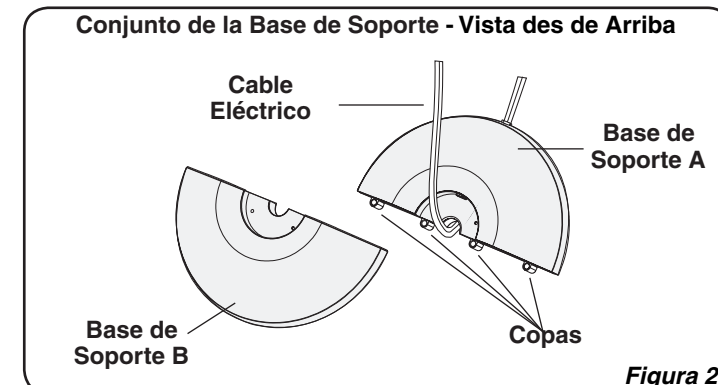

Figura 2
4. Arme las Bases de Soporte, introduciendo las **Copas** en la **Base de Soporte A** en los **Orificios De Copas** de la **Base de Soporte B**. Pase el **Cable de Electricidad** por el orificio grande en el centro del **Conjunto de la Base de Soporte**. (**Figura 2**)